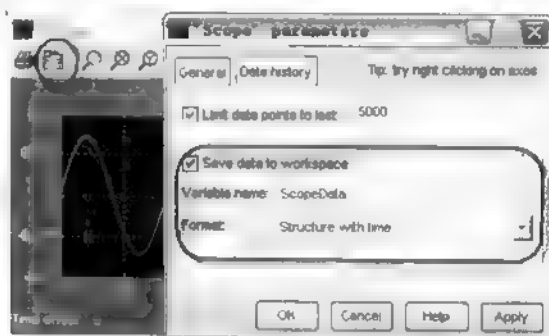

图 14.26 Scope 设置
(5) 进行仿真, 打开 Scope 模块, 查看运行结果。
(6) 然后双击 Powergui 模块, 在弹出对话框中单击 Initial State Settings 按钮, 然后在弹出对话框中单击 To zero 按钮使得所有状态为 0, 最后单击 Apply 按钮。
(7) 设置 Scope 模块, 单击 Scope 窗口的 Parameters 按钮, 在弹出窗口中选择 Data History 标签, 选中 Save data to workspace 复选框, 如图 14.26 所示。同样设置 Scope1 模块。